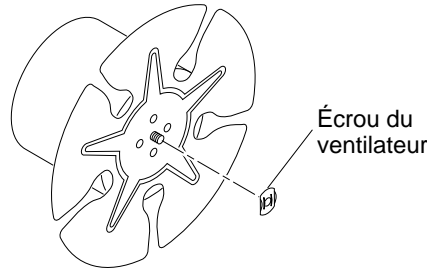

Figure 12 - Retrait de l'écrou du ventilateur de l'arbre du moteur
3. À l'aide de pinces, retirer l'écrou du ventilateur à l'avant de l'arbre du moteur (voir la figure 12).